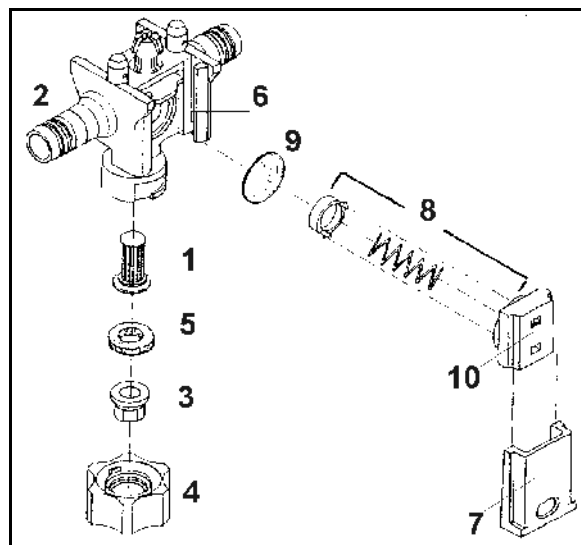

Bild 151
Kontrollera med jämna mellanrum monteringen för skjuthållaren (Bild 151/7).
- Tryck därvid in skjuthållaren i munstyckshuset (Bild 151/2) så långt som är möjligt med tumkraft.
- Montera munstycksfiltren (Bild 151/1) underifrån i munstyckshållaren (Bild 151/2).
- Montera munstycket (Bild 151/3) i bajonettmuttern (Bild 151/4).
- Montera gummitätningen (Bild 151/5) på munstyckets ovansida.
Avlagringar i membransätet (Bild 151/6) är den vanligaste orsaken till att droppskyddet **inte fungerar korrekt** och ger efterdroppning då rampen stängs av. Demontera och rengör droppskyddsventilen i fråga::
- Dra ut skjuthållaren (Bild 151/7) ur munstyckshuset (Bild 151/2) riktning mot bajonettmuttern.
- Ta ut fjäderelement (Bild 151/8) och membranet (Bild 151/9).
- Rengör membransätet (Bild 151/6).
Se till att fjäderelementet blir korrekt återmonterat (se bild). De förskjutna kanterna på fjäderhuset (Bild 151/10) ska ha den stigande profilen vänd mot rampprofilen.